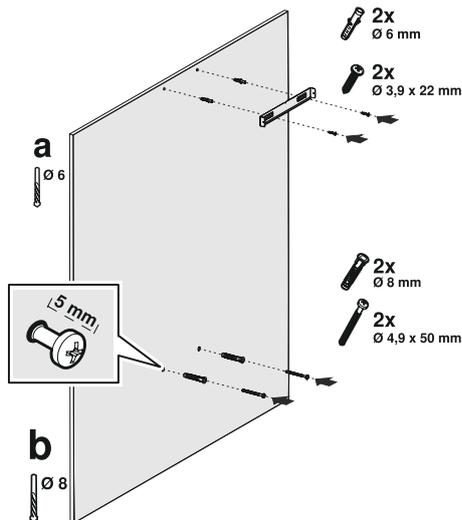

Fig. 10
2. ➤ Il y a une languette au milieu de la plaque de raccordement du conduit de fumée. Placez le point médian de cet onglet sur la ligne tracée perpendiculairement au mur. Alignez horizontalement et marquez les trous où la plaque de connexion sera montée à l'aide d'un stylo (Fig. 10/a).
3. Percez les points marqués avec un foret Ø6mm et insérez 2 chevilles en plastique dans les trous percés (Fig. 10/a).
4. Fixez la plaque de raccordement des fumées au mur avec des vis 3,9x22 (Fig. 10/a).
5. Marquez les trous où la hotte sera installée (Fig. 10/b).
6. ➤ Percez les trous de suspension avec un foret Ø8mm et placez les chevilles (Fig. 10/b).
7. ➤ Vis de suspension 2 pièces 4,9x950 avec un jeu de 5 mm entre la tête de vis et le mur (Fig. 10/b).